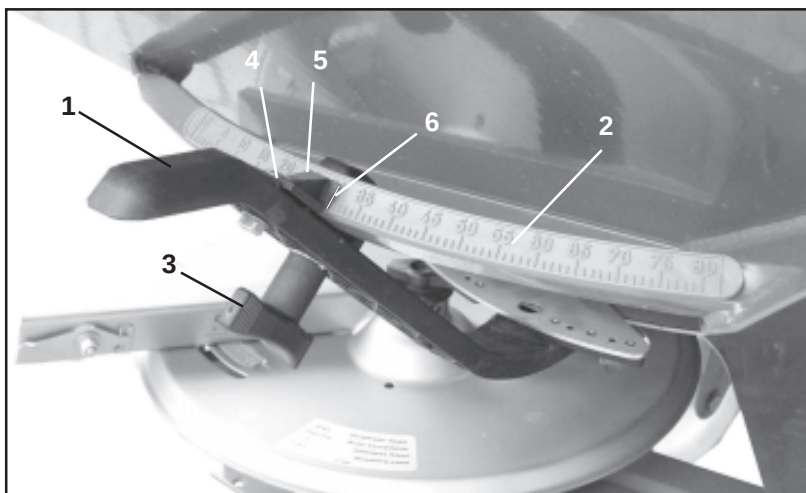

Fig. 9.4
- Mængdeindstillingsskoddet åbnes med indstillingshåndtaget (Fig. 9.4/1).
- Træk i indstillingshåndtaget ved skalaen (Fig. 9.4/2) til den går imod.
- Indstillingshåndtaget sættes fast med drejehåndtaget (Fig. 9.4/3).
- Bolten (Fig. 9.4/4) løsnes. Viseren (Fig. 9.4/5) indstilles på skalaposition „8“ derefter spændes bolten igen. Aflæsekanten på viseren er Fig. 9.4/6.